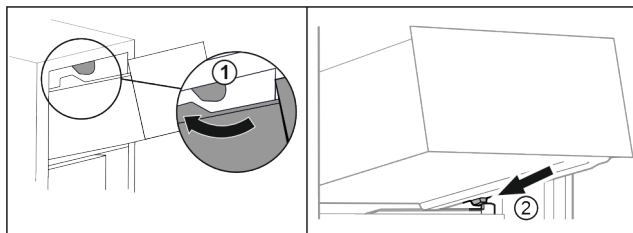

Fig. 98
- Lade om de bovenste stoppers leiden. Fig. 98 (1)
- Lade schuin achter de onderste stoppers op containerrib plaatsen. Fig. 98 (2)